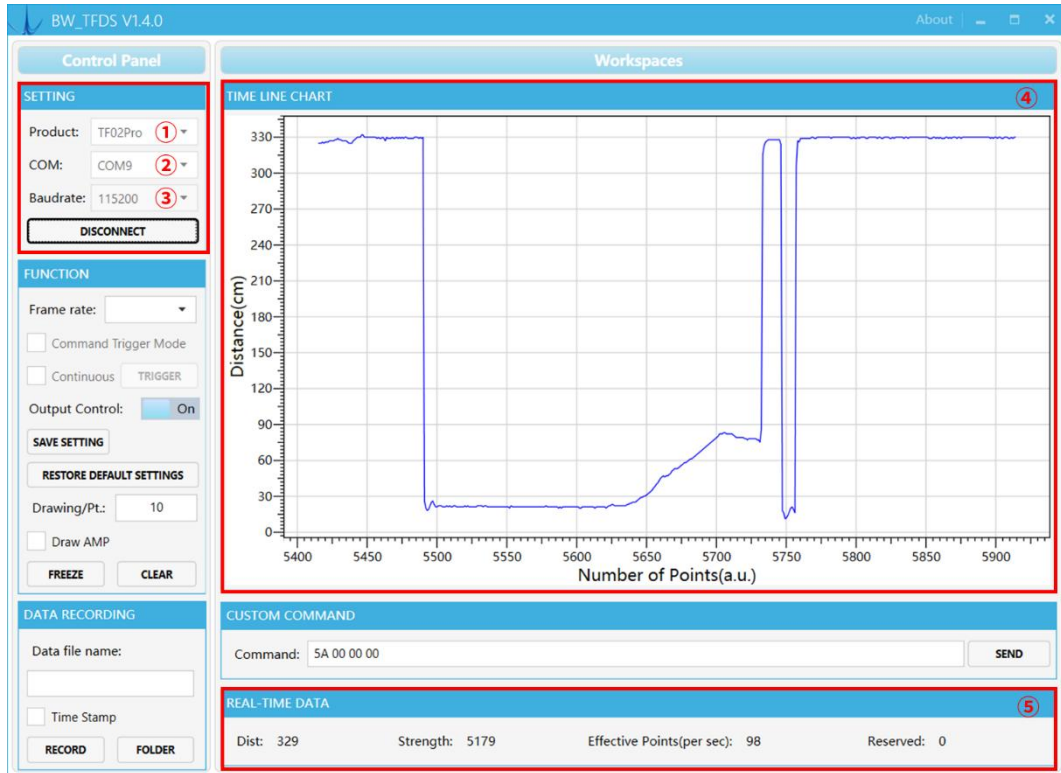

图 5- 1 TF 上位机界面及显示
打开 TF 上位机软件，如图 5- 1，点击① “Product” 选择 TF02Pro，点击② “COM” 选择占用的串口（示例中为 COM9），波特率③ “Baudrate” 选择 115200，点击 “CONNECT”，TF 上位机连接 TF02-Pro。